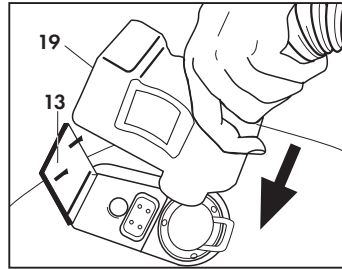

Abb. 6
Die Klappe der Steckbuchse (13) für das Zubehör ganz öffnen und den Schnellanschluss des Arbeitsschlauchs (19) in die vordere Steckbuchse des Geräts stecken. Den Schnellanschluss fest hinein drücken. Die Klappe der Steckbuchse (13) an den Körper des Schnellanschlusses drücken und kontrollieren ob die beiden Teile richtig ineinander rasten. (Abb. 6)